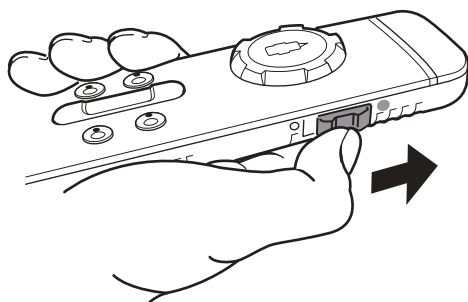

Fig. 14
- ▶ Skub skydekontakten i siden fremad (Fig. 14). Efter tændingen blinker symbolet  på symbolbjælken i ca. 5 sekunder. Derefter lyser symbolet  konstant, og rangersystemet er klar til drift.